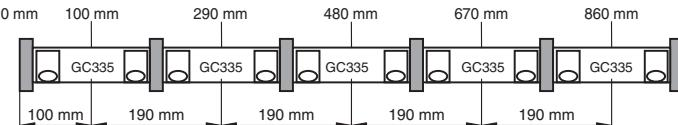

Abbildung 3.1 Montage Aluminium-Profil
- Bohren Sie die Befestigungslöcher mittig zwischen den Modulhaltern (in der Abb. 3.1 grau wirkende Fläche).